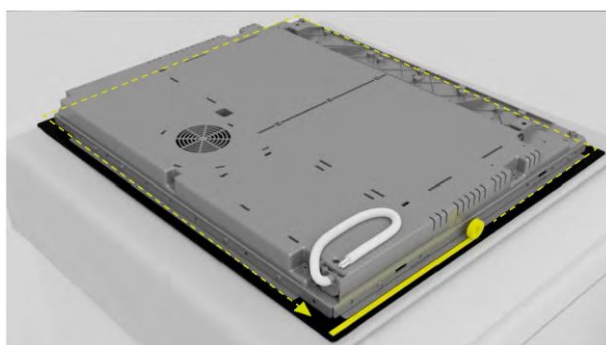

bild 1
- Innan installationen ska du kontrollera att spishällens packning är korrekt placerad **(bild 1)**.